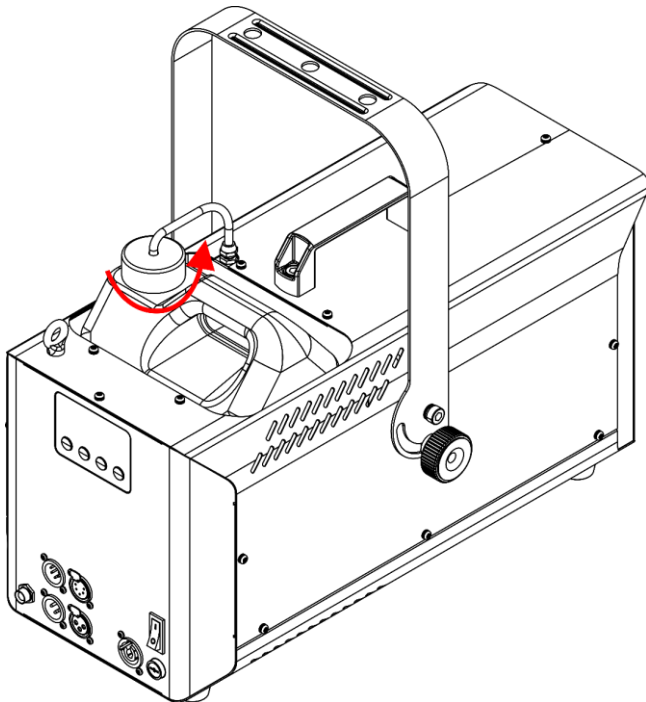

Fig. 08
- 02) Schroef het deksel van de vloeistoftank los, zoals getoond in Fig. 08.